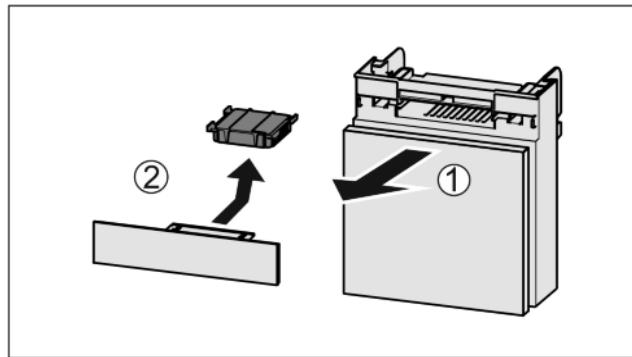

Fig. 51
- Потягніть Fig. 51 (1) відділення вперед.
- Витягнути Fig. 51 (2) фільтр з активованого вугілля.